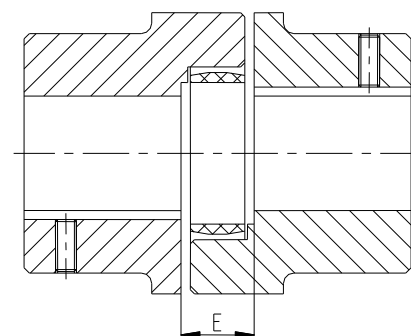

Figura 11: Montaggio del giunto
- Inserire i mozzi in direzione assiale fino al raggiungimento della dimensione della distanza E (vedere la figura 11).